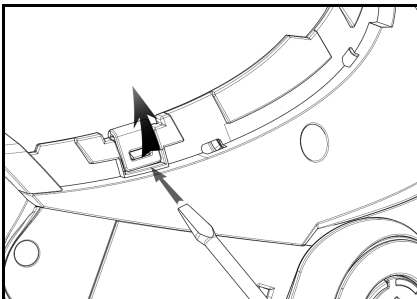

Abb. 23
- Haken Sie den rechten und linken Befestigungsclip der Helmschale los, indem Sie sie mit einem flachkantigen Schraubenzieher oder einem ähnlichen Werkzeug mit Hebelwirkung nach außen drücken, und zwar wie auf Abb. 23 dargestellt.